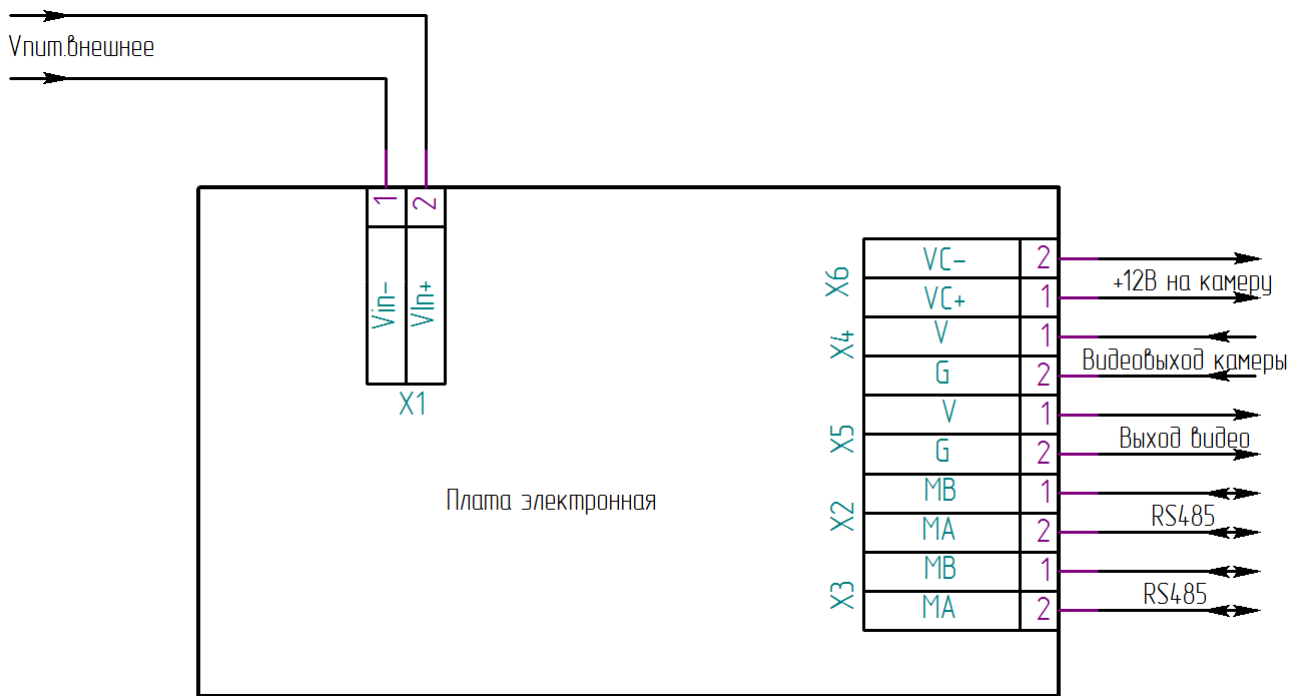

Рисунок 7 – Схема подключения оборудования и термокожуха
- Подключить питание оборудования к электронной плате согласно схеме подключения, рис. 7.
- Осуществить монтаж соединительного кабеля в кабельном вводе в соответствии со схемой подключения, рис. 7.